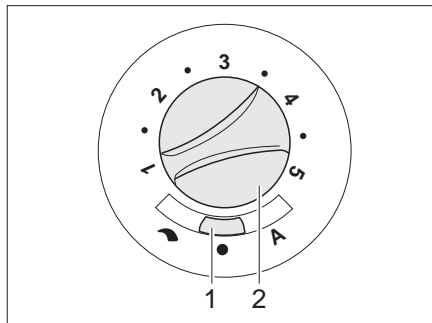

Bild 107 Bedienschalter für Umluftgebläse (12 V)
- Den Schiebeschalter (Bild 107,1) auf "H" (Handregelung) oder "A" (Automatikbetrieb) stellen.
- Wenn am Schiebeschalter (Bild 107,1) "H" (Handregelung) eingestellt ist: Mit dem Drehknopf (Bild 107,2) die gewünschte Leistung des Umluftgebläses einstellen.
- Den Schiebeschalter (Bild 107,1) auf "●" (Aus) stellen. Bei Heizbetrieb ist diese Schalterstellung außer Funktion.